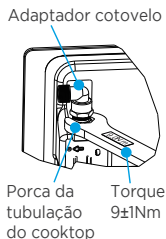

Fig. 3
4. Realizar o aperto aplicando torque de  $9\pm 1\text{Nm}$  utilizando a porca da tubulação do cooktop e não do adaptador cotovelo (Fig. 3).